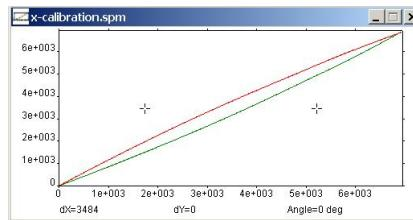

Рис. 3.60. Калибровочный график x-calibration.
- После этого программа строит две калибровочные кривые x-калибровка и у-калибровка-медленно (для осей x и y соответственно) и выводит их на экран в отдельном окне (рис. 3.60):